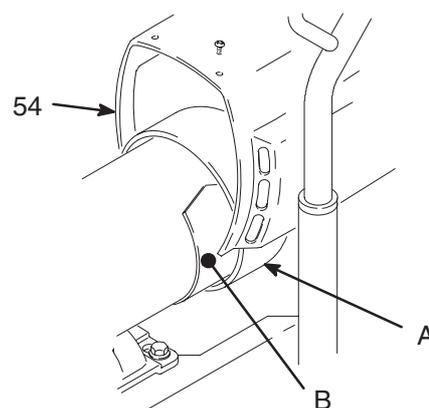

Abb. 4
- Abb. 4. Motorabdeckung (54), Gebläseabdeckung (A) und Inspektionsabdeckungen (B) entfernen.
- Abb. 4. Motorabdeckung (54) entfernen. Inspektionsabdeckungen (B) und Dichtungen auf jeder Motorseite abnehmen.